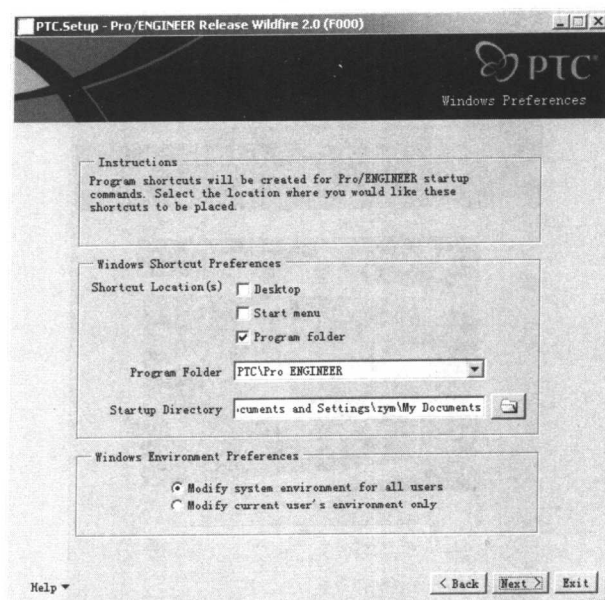

图 1.7 设置启动快捷方式位置
(9) 在如图1.7所示的界面中设置启动程序快捷方式的位置。用户可以根据自己的习惯设置启动 Pro/ENGINEER 的快捷方式的位置，可以把快捷方式放在“Desktop”（桌面）上、“Start Menu”（开始菜单）中或“Program Folder”（程序文件夹）中。设定完毕后单击“Next”按钮，进入下一步安装界面。